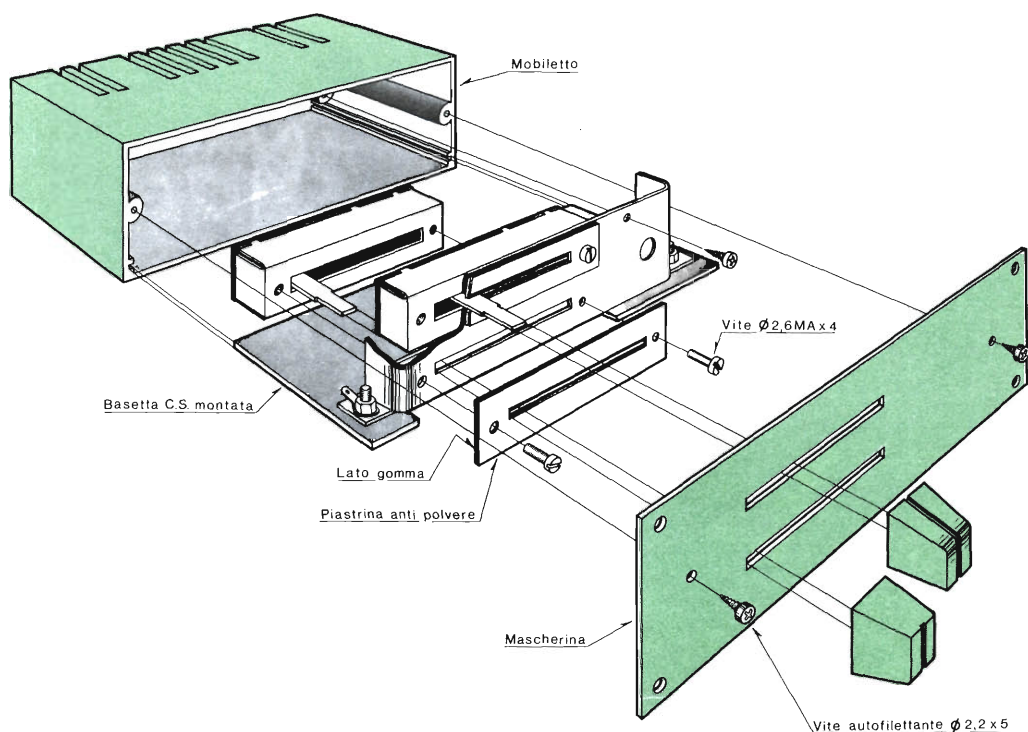

Fig. 4 - Esploso di montaggio dell'UK 890.
Circuiti nuovi - Progettato per l'uso come regolatore di velocità dei motori universali a bassa potenza del tipo usato nelle macchine per cucire, nei mescolatori, nei frullatori ed in apparecchi elettrodomestici simili, il circuito visibile nella fig. 4-a è stato tratto dal manuale tecnico della G.E., dedicato al diodo controllato al silicio tipo C106.
Poiché impiega componenti poco costosi, il regolatore di velocità può essere realizzato con una piccola spesa. Ad eccezione del potenziometro lineare R2, i resistori possono essere da 0,5 W, mentre entrambi i condensatori elettrolitici sono del tipo da 50 V. Poiché né la disposizione dei componenti né la stesura dei collegamenti risultano critiche, il circuito del regolatore può essere realizzato su una basetta perforata, su un piccolo telaio, oppure su un circuito stampato. Naturalmente, il diodo controllato al silicio deve essere montato su una piastra di raffreddamento e devono essere rispettate tutte le polarità della tensione continua. Se uno spazio adeguato è disponibile nell'apparecchio che si vuole controllare, il circuito del regolatore può esservi sistemato quale diretto sostituto del vecchio controllo; in caso contrario, il regolatore può essere realizzato separatamente in una piccola scatola di plastica od anche di metallo, opportunamente isolata. Il circuito per il controllo di volume a distanza, mostrato nella *fig. 4-b*, rappresenta una delle molteplici, possibili applicazioni di un unico nuovo componente, presentato recentemente dalla Motorola. Indicato quale attenuatore elettronico tipo MFC6040, il nuovo dispositivo è un circuito integrato monolitico al silicio, realizzato in un contenitore di plastica munito di sei terminali, comprendente dieci transistori N-P-N, tre diodi, diciotto resistori ed un condensatore integrato. Esso può fornire un guadagno di tensione di 13 dB ed ha un campo di attenuazione che si estende fino a 90 dB. Il massimo valore efficace della tensione del segnale d'entrata è 0,5 V, mentre la sua risposta in frequenza arriva intorno a qualche megahertz.
Fig. 4 - Il circuito mostrato in a) fa uso di un diodo controllato al silicio per la regolazione della velocità di un motore universale a bassa potenza. Il circuito mostrato in b) impiega un nuovo attenuatore elettronico a circuito integrato in un controllo di volume a distanza, con un guadagno che si aggira sul valore di 13 dB.
Tra la superficie esterna della squadretta e la testa delle viti dovranno essere inserite le due piastrine antipolvere, come è mostrato nella fig. 4.
- Fissare la mascherina al mobiletto utilizzando le due viti autofilettanti da 2,2 x 5 (fig. 4).
Fig. 4 - Montando i componenti sul circuito stampato, si faccia la massima attenzione al giusto orientamento dei terminali. I collegamenti agli interruttori passano attraverso il taglio praticato nel circuito stampato (chiaramente visibile nello schema in basso a sinistra).
minali al loro posto sulla facciata delle piste di rame, facendo attenzione che i terminali restino verticali, quindi saldateli. Montate gli altri componenti come indicato nella *fig. 4*, usando un saldatore di bassa potenza e filo di stagno sottile. Si noti che non tutti i circuiti integrati sono montati allo stesso modo: per orientarli correttamente fate attenzione all'intaccatura riportata sul loro involucro od al punto colorato.